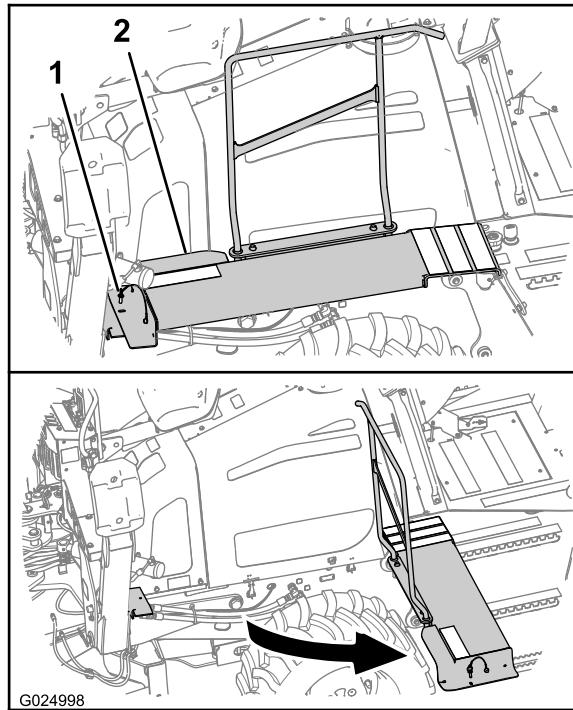

Figura 64
- A. Na lateral esquerda da máquina, remova o pino retentor da parte frontal da plataforma do operador (Figura 64).
2. Gire a plataforma, afastando-a da máquina, como mostrado na Figura 64.
- A. Gire a parte frontal da plataforma do operador até sua posição original (Figura 64).
- B. Alinhe o furo na plataforma com o furo no suporte da plataforma (Figura 64).